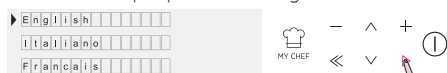

Figura 3
- Premere OK per procedere. (Figura 3).